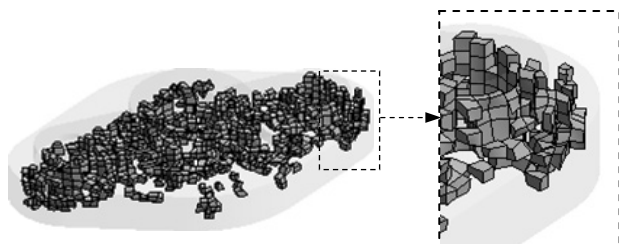

图 5.4.4 六面体单元
- ◆ Hex20 图例：表示 20 单元节点的六面体单元，单击图表中对应颜色的柱状图，在图形区显示所有的六面体单元，如图 5.4.4 所示。